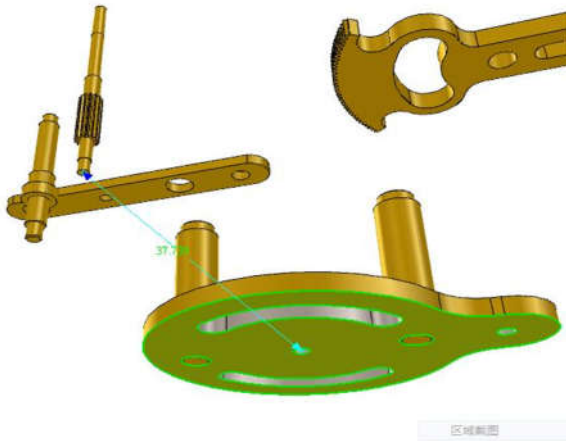
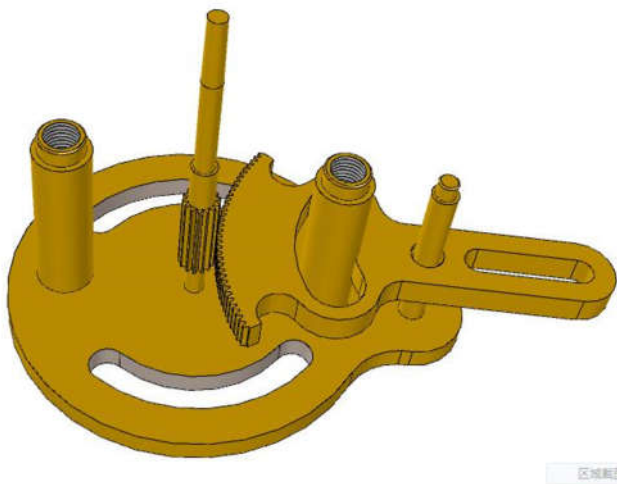

图 4
图 5
Z=45 齿轮 (图 5: 6)
c)再对其制作成 gif 格式动画，（图 5）即可输出。
装扇齿轮轴及扇齿轮。如图 4、图 5
Z=45 齿轮 (图 5; 6)
d) 框选拷贝前后的圆饼, “三维球”移动到管中。(图 4)
e) “智能渲染”成深蓝色, 透明度: 55% (图 5)
3. 按尺寸画链轮：拉伸向导或圆柱体画链轮体，按尺寸拉伸向导除料画槽（图4）。
4. 三维球 拷贝 13 个槽。（图5）